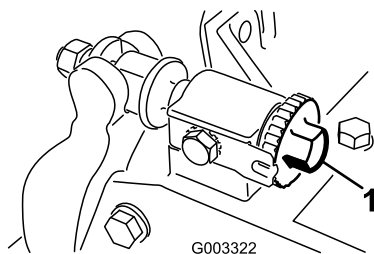
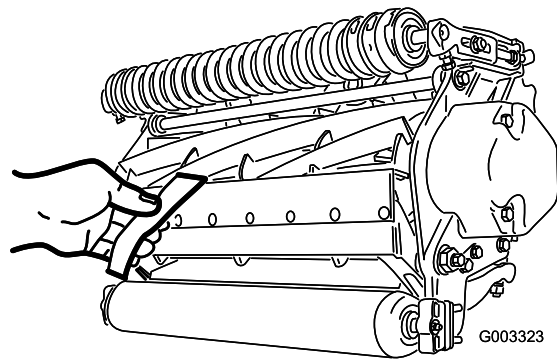

Figura 12
Figura 13
1. Posizionate la macchina su una superficie piana e uniforme. Accertatevi di eliminare il contatto del cilindro ruotando le viti di regolazione della barra di appoggio in senso antiorario (Figura 12).
Importante: Accertatevi che i dadi sull'estremità posteriore delle viti di regolazione della barra di appoggio non poggino sul piano di lavoro (Figura 12).
3. Ad una estremità del cilindro, inserite una striscia di carta da giornale tra il cilindro e la controlama (Figura 13). Mentre ruotate leggermente in avanti il cilindro, ruotate la vite di regolazione della barra di appoggio (Figura 12) in senso orario (sullo stesso lato del cilindro, uno scatto per volta) finché la carta - inserita dalla parte anteriore, parallelamente alla controlama - non verrà leggermente compressa, se inserita dalla parte anteriore, parallelamente alla controlama. Avvertirete una leggera resistenza mentre la carta viene tirata.
5. Una volta terminata la regolazione, verificate che il cilindro comprima la carta, quando viene inserita dalla parte anteriore, e che tagli la carta, quando viene inserita ad angolo retto rispetto alla controlama (Figura 13). Deve essere possibile tagliare la carta con un contatto minimo tra la controlama e le lame del cilindro. Se risulta evidente una resistenza del cilindro/un contatto eccessivo, sarà necessario lappare o riaffilare l'apparato di taglio per ottenere il livello di affilatura necessario per un taglio di precisione (Fate riferimento al manuale Toro per l'affilatura del cilindro e delle macchine a taglio rotativo, Modulo N. 80-300PT).